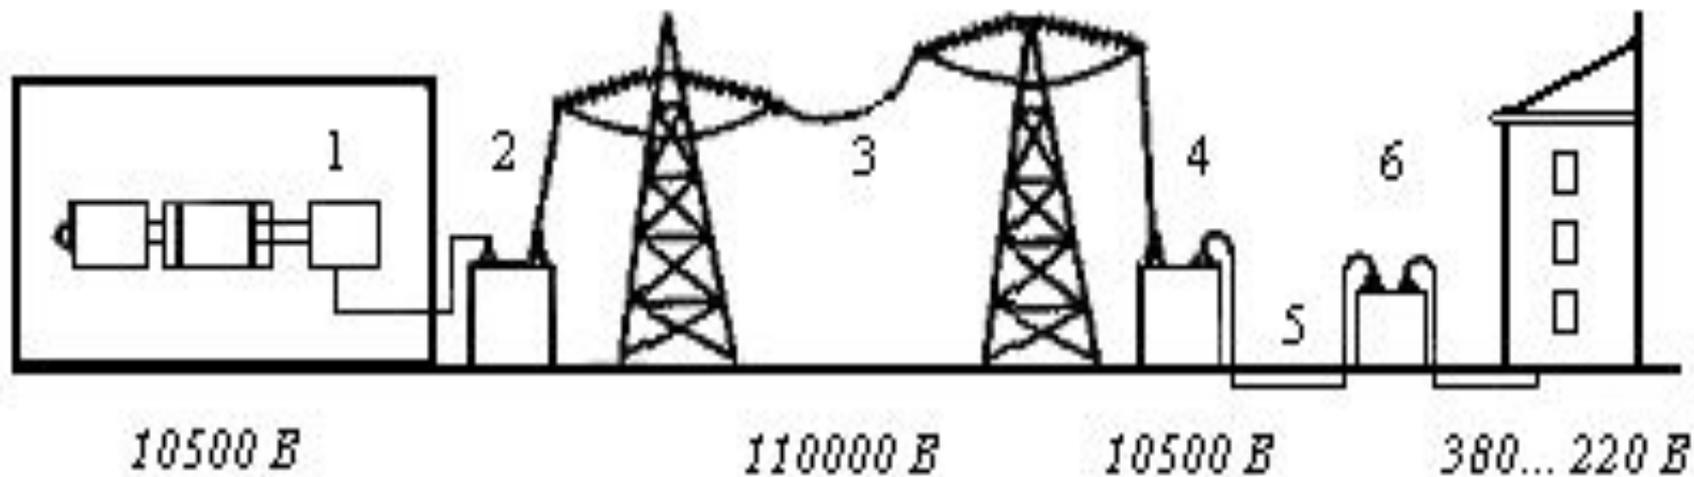

Рис. 6.1. Участок энергосистемы: ЭС – ЛЭП – потребитель: 1– генератор ЭС;
- Например, в квартирах, где напряжение не выше 220 В, проводку выполняют в резиновой или пластмассовой изоляции. Эти провода просты по устройству и дешевле. Дороже и сложнее устроен кабель, проложенный между трансформаторами 4 и 6 (рис. 6.1).